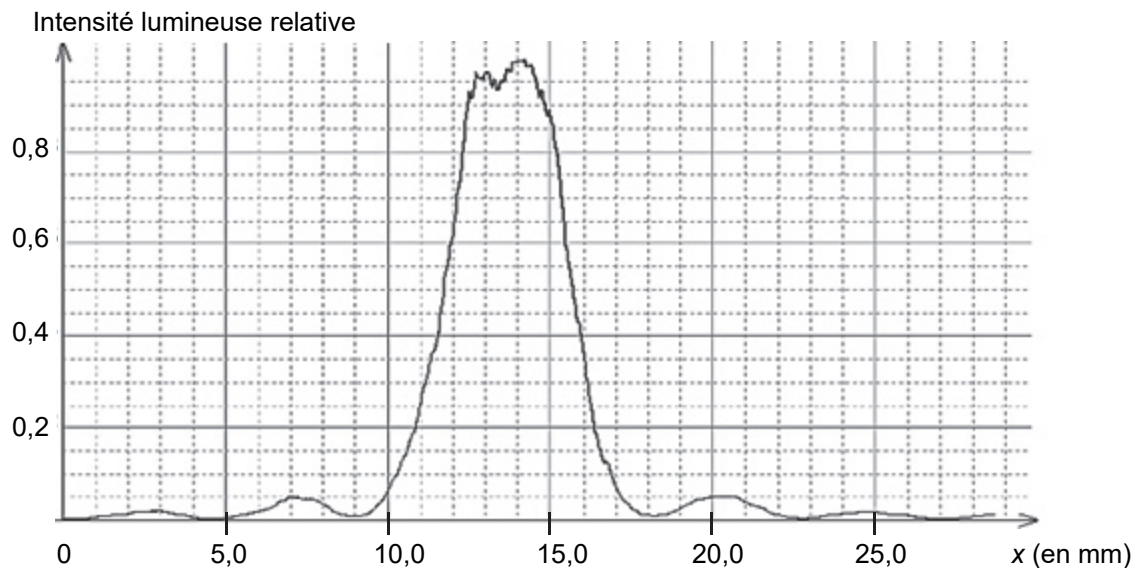

Figure 3. Intensité lumineuse relative en fonction de la position sur l'écran
Pour faire une mesure précise, on remplace l'écran par une caméra qui permet d'obtenir l'intensité lumineuse relative* en fonction de la position x , repérée selon l'axe indiqué sur la photo de la figure 2. L'origine $x = 0 \text{ m}$ est prise sur le bord du capteur de la caméra. On obtient alors la figure 3.
1.3. Déterminer la valeur de la longueur d'onde de la diode laser utilisée en exploitant la courbe obtenue sur la figure 3. La comparer à la valeur indiquée par le constructeur.